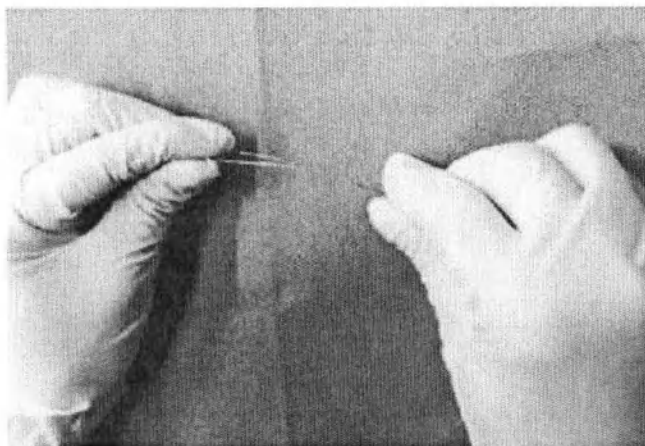

Рисунок 14
12. Введите визуализирующий катетер вдоль проводника (рисунок 14).